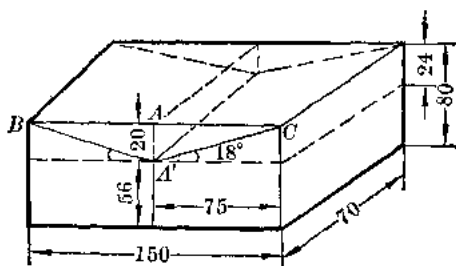
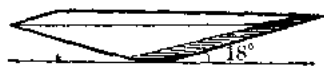

图 1
图 2
1. 先把尺寸为 $70 \times 80 \times 150$ (毫米)³ 的木块四周砂光, 在木块 80 毫米高度上, 在 24 毫米处在木块四面作横线 (图 1), 再把 150 毫米一面作二等分线; 然后在中心点 A' 上用量角器作一个 144° 角度 (即 $\angle BA'C$)。然后把三角块 (图 2) 锯